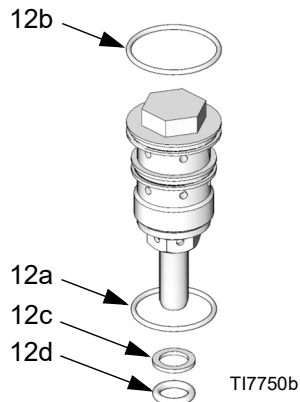

ABB. 13. Detailansicht „Altes Tellerventil“
4. Siehe ABB. 13. Schrauben Sie die Tellerventilbaugruppen (12) heraus. Es kann sein, dass die kleinen O-Ringe (12c, 12d) nicht zusammen mit den Tellerventilbaugruppen herauskommen. Entfernen Sie diese auf jeden Fall von der oberen (1) bzw. unteren Abdeckung (3).
6. Schmieren Sie die Tellerventilbaugruppen (12), und setzen Sie sie wieder in die obere (1) bzw. untere Abdeckung (3) ein. Mit 40,6-48,8 N•m (30-36 ft-lb) festziehen.